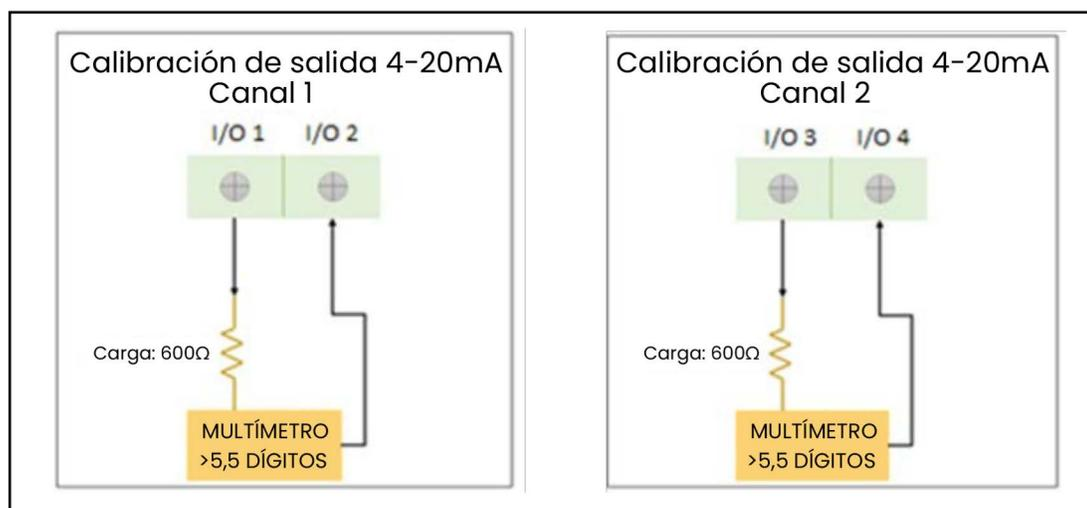

Figura 38: Conexiones opcionales de E/S Salida analógica Canal 1 y Canal 2
1. Conecte la salida analógica como en Figura 38.